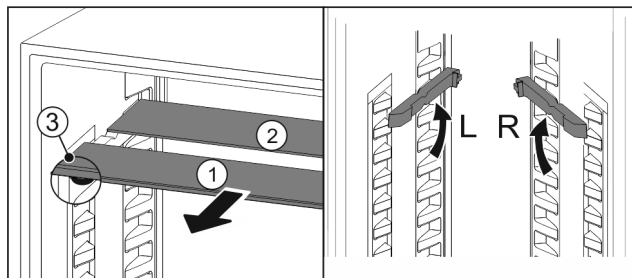

Fig. 99
- Skleněné desky jednotlivě vytáhněte dopředu Fig. 99 (1).
- ▷ Skleněná deska Fig. 99 (1) s ozdobnou lištou leží vpředu.
- ▷ Zářky Fig. 99 (3) směřují dolů.